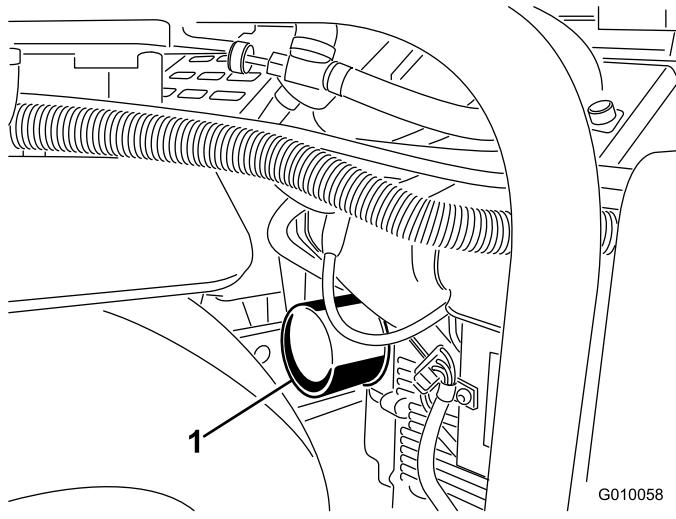
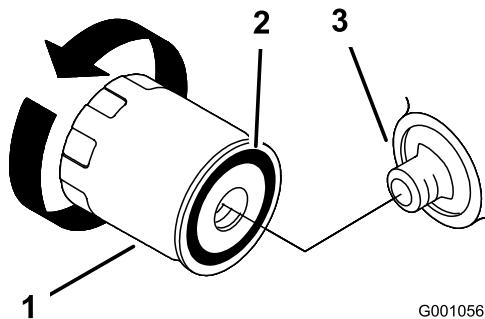

Figura 47
Figura 48
6. Coloque un recipiente poco hondo o un paño debajo del filtro para recoger el aceite (Figura 47).
7. Retire el filtro usado (Figura 47 y Figura 48) y límpie con un paño la superficie de la junta del adaptador del filtro.